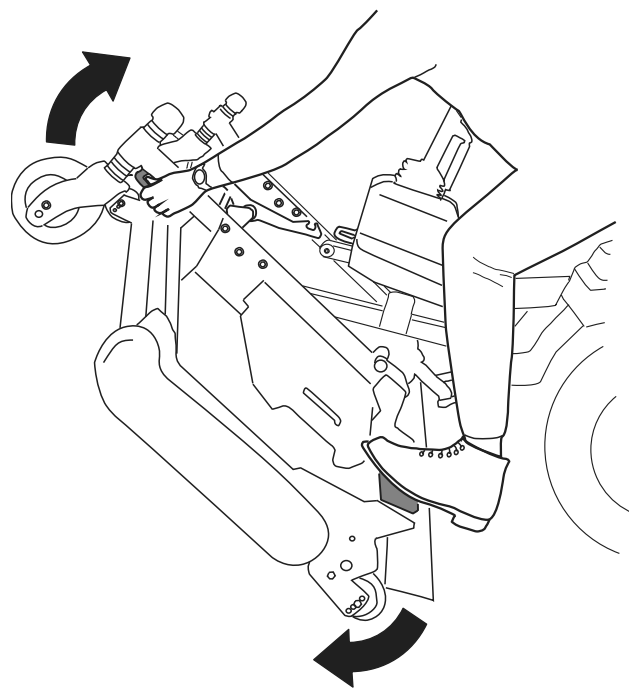
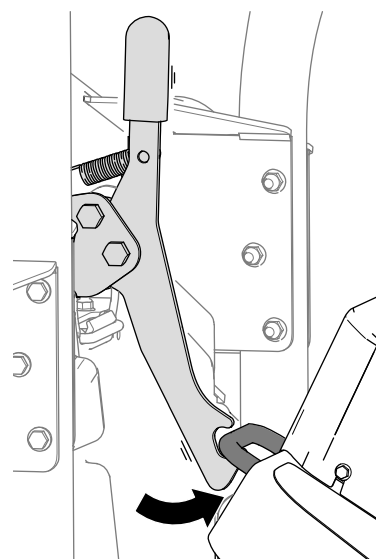

Figure 35
Figure 36
5. Tournez l'unité de coupe (Figure 35) de sorte que le verrou s'enclenche sur l'anneau d'arrimage (Figure 36).
1. Dégagez le verrou de l'unité de coupe de l'anneau d'arrimage (Figure 37) en faisant pivoter légèrement l'unité de coupe vers l'avant (voir Figure 35) et en tirant la poignée de verrouillage vers l'avant.